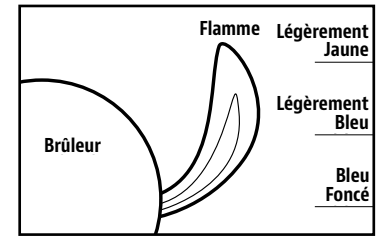

FIG. 4
- Après avoir allumé, observez la flamme du brûleur. Assurez-vous que tous les orifices du brûleur sont allumés et que la hauteur de la flamme correspond à l'illustration (Fig. 4).